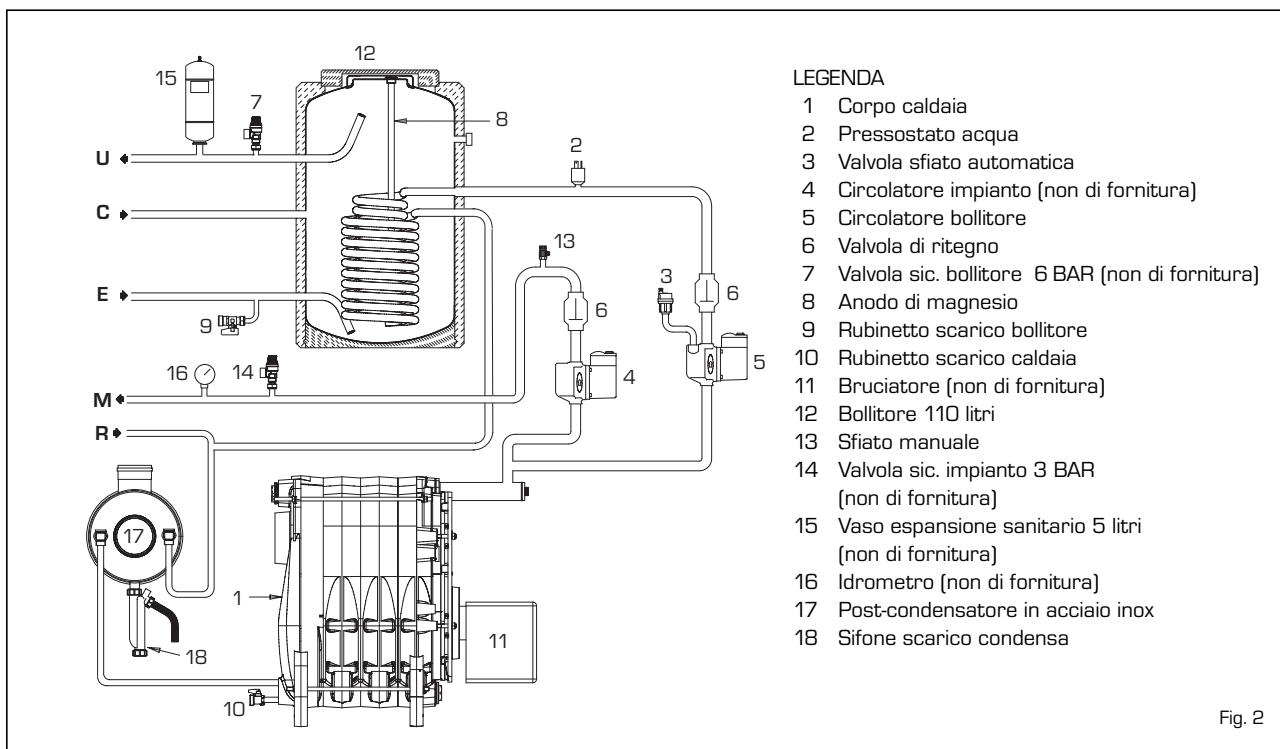

Fig. 2
1.4 SCHEMA FUNZIONALE (fig. 2)
2.3.1 Accessori da installare (fig. 2)
Perché la caldaia sia in grado di produrre l'acqua sanitaria è necessario che, alla prima accensione, venga spurgata tutta l'aria contenuta nel serpentino del bollitore. Per facilitare questa operazione posizionare orizzontalmente l'intaglio della vite di sblocco della valvola di ritegno (6 fig. 2). Spurgata tutta l'aria, riportare la vite nella posizione iniziale.